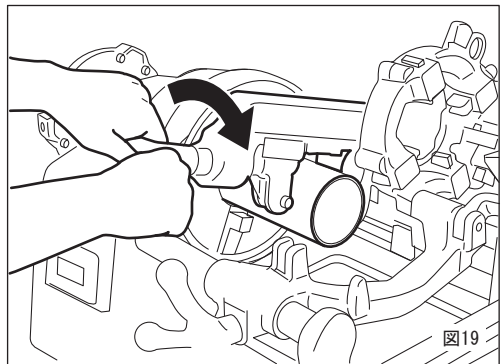

図19
10. パイプの切断 (図19)
- ① 使用しないダイヘッド・リーマを起こしてください。
- ② パイプの切断箇所を定めてパイプをしっかり固定します。
- ③ パイプカッタをパイプ径より大きくひらいてパイプにあてがい、切断箇所に刃の位置を合わせてハンドルを回し、刃とローラがパイプに軽く当たるところまで近づけてください。
- ④ マシンのスイッチを入れ、カッタハンドルをパイプ1回転につき1/2回転以内の割合で回してください。